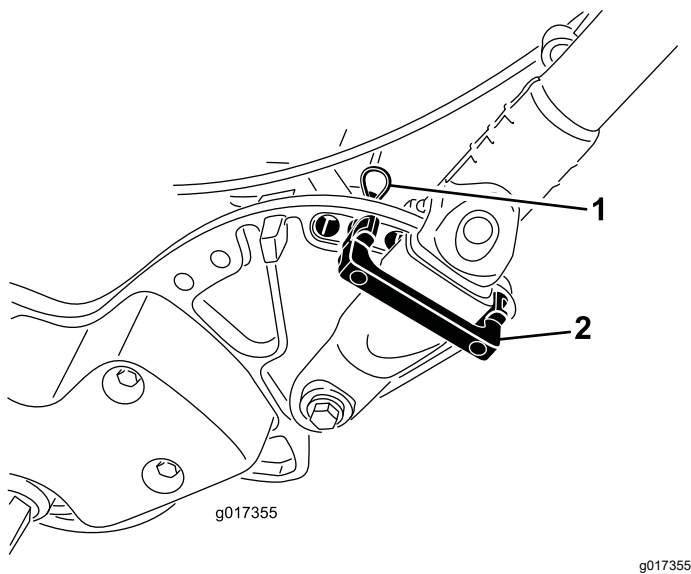

Bild 9
1. Stützen Sie den Holm ab und nehmen Sie die Kabelbinder ab, mit denen die Holmklemmen an den Seitenplatten befestigt sind (Bild 9).
2. Drehen Sie den Holm in die gewünschte Einsatzposition und setzen Sie einen Holmhalter über die Holmklemme und in die entsprechenden Löcher in der Seitenplatte ein (Bild 9).
3. Arretieren Sie die Klemme mit einem Splint (Bild 9).